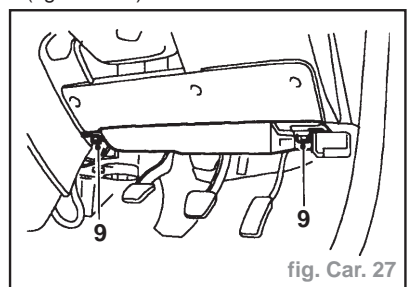

fig. Car. 27
- Dégager 2 tendeurs et déposer le couvercle inférieur du côté conducteur (9) (fig. Car. 27).